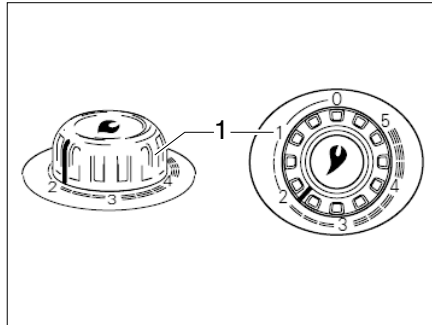

Bild 105 Drehregler an der Warmluft-Heizung
- Drehregler an der Heizung (Bild 105,1) auf gewünschten Wert einstellen und bis zum Anschlag niederdrücken.
- Drehregler an der Heizung (Bild 105,1) auf "0" stellen. Der Zündautomat wird damit gleichzeitig abgeschaltet.
- ▷ Weitere Informationen der separaten Bedienungsanleitung "Truma S 3004 (P) / S 5004" entnehmen.